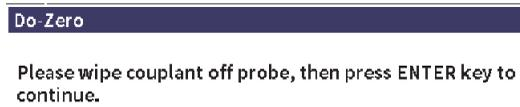

Figure 11-36 Boîte de dialogue Do-Zero
10. Appuyez deux fois sur la touche d'échappement pour fermer la page **Configuration de la sonde** et afficher la boîte de dialogue **Do-Zero** (voir Figure 11-36 à la page 223).